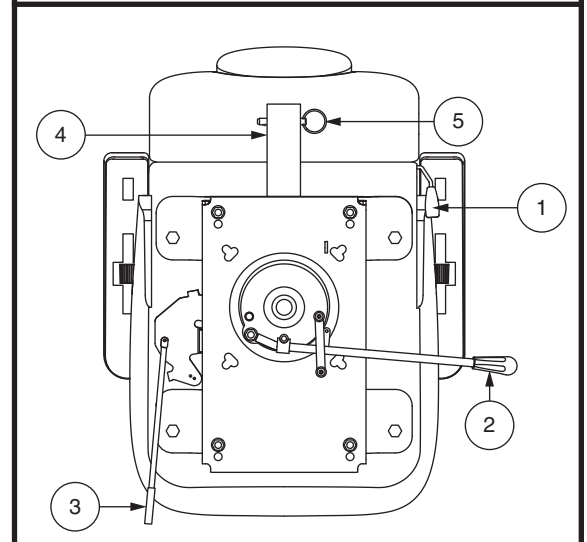

Abb. 19. Sitzeinstellungen
Um die verstellbare Rückenlehne einzustellen, befolgen Sie diese Schritte. **Siehe Abb. 19.**
1. Zum Entriegeln des Sitzes den Sitzverschluss je nach Sitztyp entweder nach oben ziehen oder nach vorne schieben. **Siehe Abb. 19.**
1. Drehen Sie den Hebel zur Verstellung der Sitzposition nach aussen. **Siehe Abb. 19.**
Der Armlehnenwinkel Ihres Fahrzeug kann nach oben oder nach unten verstellt werdendurch das Drehen der armlehnenwinkels Einstellung. **Siehe Abb. 19.** Drehen Sie das Einstell für die Armlehne nach links, um den Armlehnenwinkel zu verringern, oder nach rechts, um den Armlehnenwinkel zu erhöhen.
Die Zubehörhalterung am Heck ermöglicht es Ihnen, persönliche Zubehörkomponenten wie Korb, Gehhilfe oder Sauerstofftank hinter dem Fahrzeug anzubringen. Verwenden Sie den Sicherheitsstift, um das Zubehörteil sicher an der Halterung zu befestigen. **Siehe Abb. 19.** Für weitere Informationen wenden Sie sich an Ihren Vertragshändler.
1. Schloßzunge in das Schloßteil stecken, bis der Schnellverschluß hörbar einrastet. **Siehe Abb. 19.**